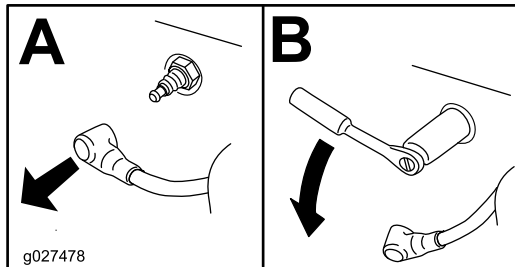

Figure 52
4. Enlevez la bougie (Figure 52).